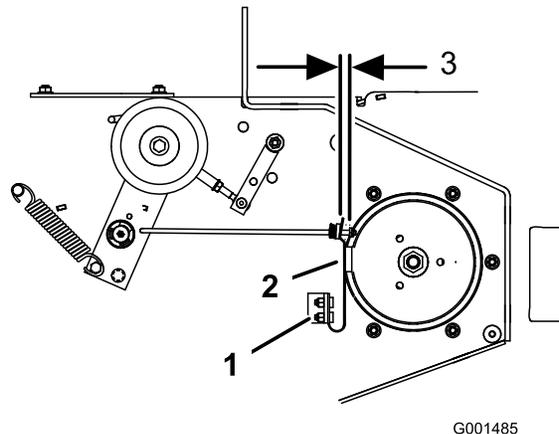

Figure 19
frotte contre les deux côtés de la gorge de la poulie (Figure 19).
4. Ajustez l'écrou à l'extrémité de la tige du frein de lame jusqu'à ce que l'écrou et l'entretoise soient espacés de 3 à 5 mm (Figure 19).